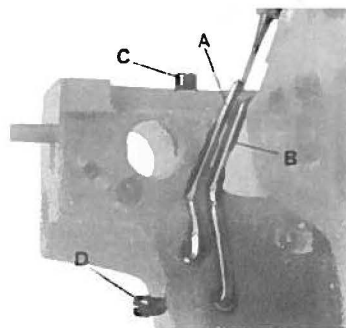

fig. 10
6. Montaggio spingi-asola e salva-ago (fig. 10):